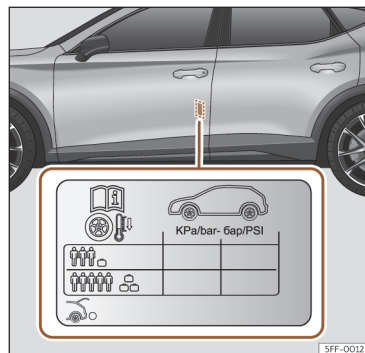

Fig. 230 Localização do autocolante da pressão de ar dos pneus.
- Adapte a pressão dos pneus à carga transportada pelo veículo >>> **Fig. 230.**
Os valores da pressão de enchimento indicam-se na etiqueta autocolante situada na zona posterior da moldura da porta dianteira esquerda >>> **Fig. 230.**
A pressão dos pneus tem de ser ajustada à carga momentânea do veículo. Se pretender utilizar o veículo com a carga máxima, terá de aumentar a pressão dos pneus para o valor máximo indicado na etiqueta >>> **Fig. 230.**
No caso de uma roda de emergência mais estreita (125/70 R16 ou 125/70 R18), encher a 4,2 bar de pressão segundo indicado na etiqueta de pressão dos pneus >>> **Fig. 230.**
• O condutor é responsável por garantir que todos os pneus do veículo estejam cheios com a pressão correta. A pressão de ar recomendada é indicada num autocolante >>> **Fig. 230.**
- Com os pneus a frio, deverá manter-se sempre a pressão indicada no autocolante >>> Fig. 230.